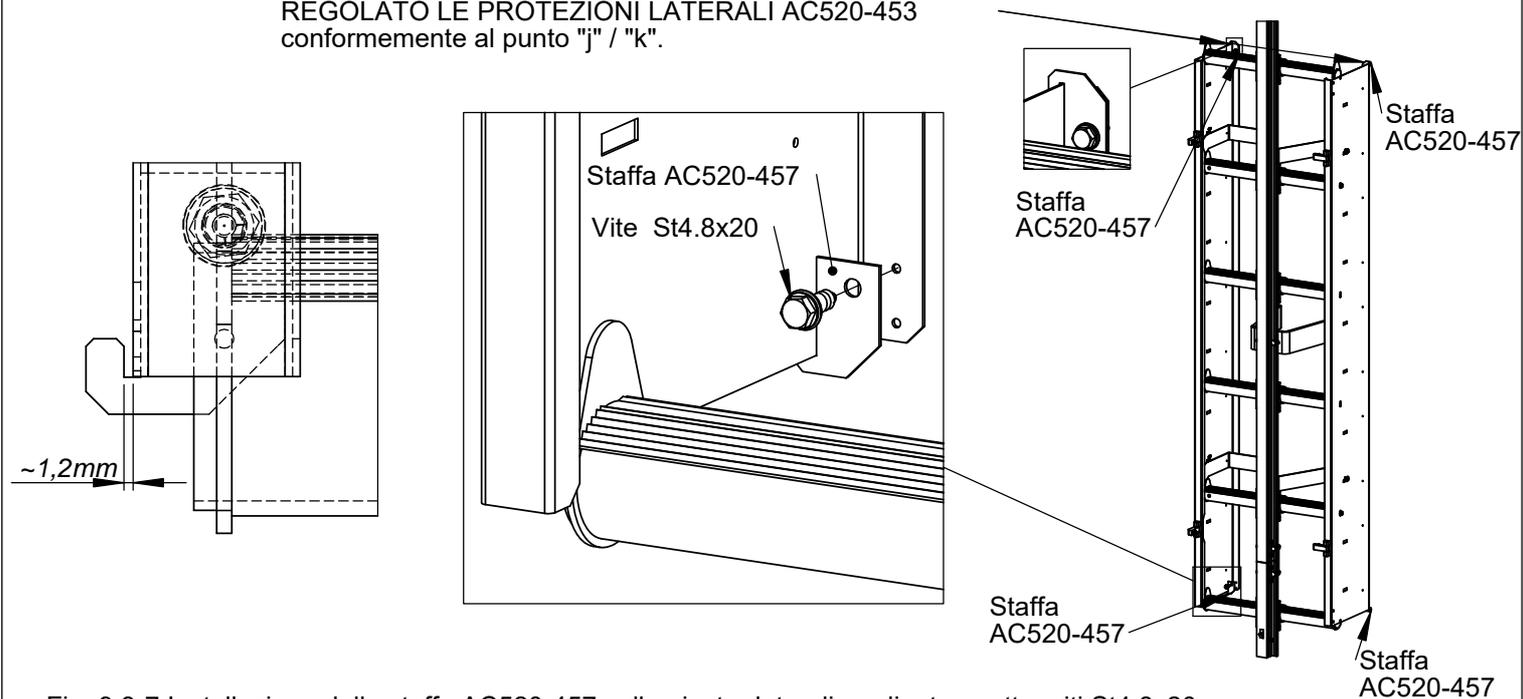

Fig. 9.3-7 Installazione delle staffe AC520-457 sulle piastre laterali mediante quattro viti St4.8x20.
- g) Installare le due staffe inferiori AC520-457 sulle piastre laterali, mediante due viti St 4.8x20 (Fig. 9.3-7).